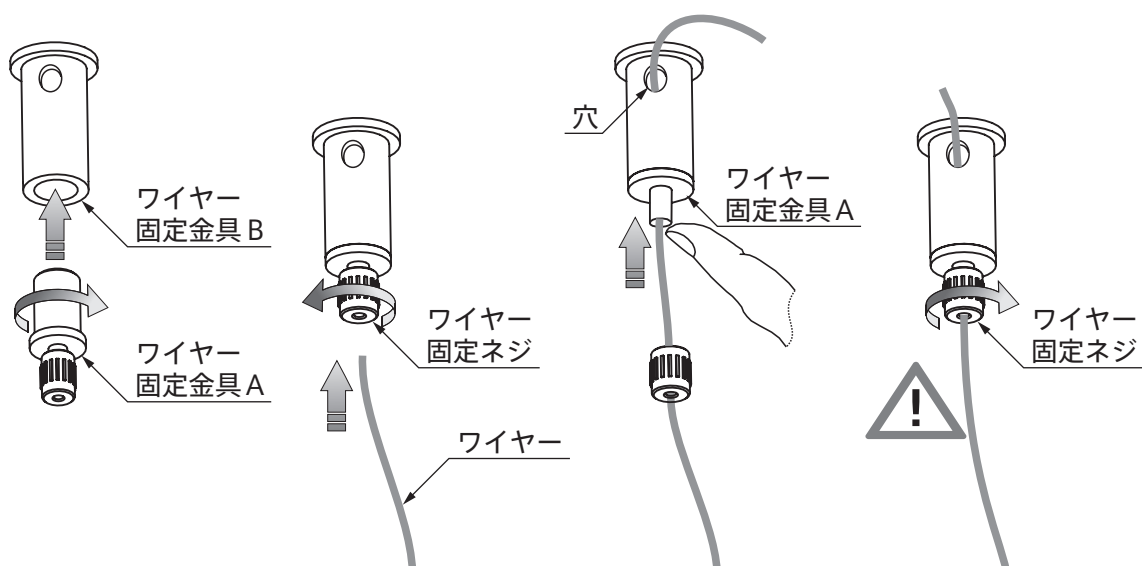

図 3
4. 電源コードの長さを調整し、結線します。（図3）
5. コード止めに電源コードを固定します。（図3）